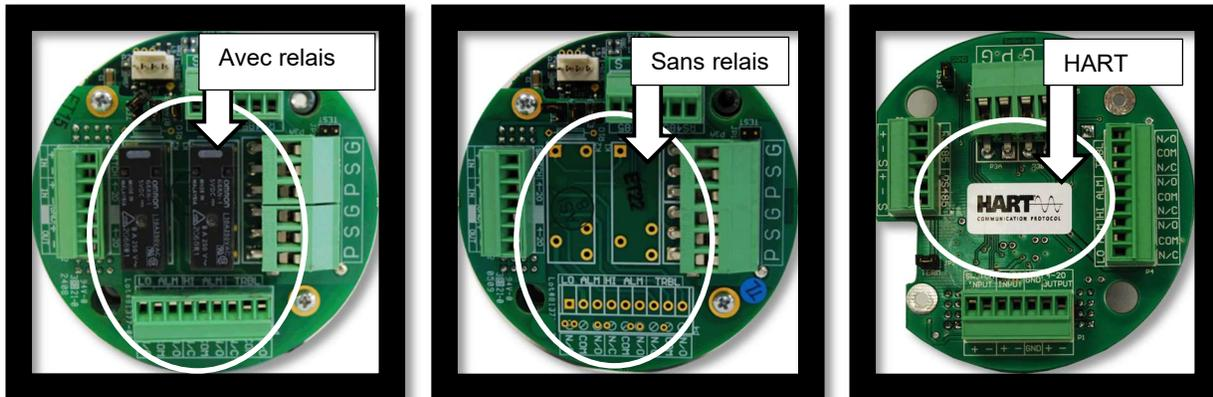

**Figure 2 – Recherche du numéro de révision du micrologiciel pour le SMC 5100**
- i. Numéro de révision du micrologiciel (voir la figure 2)